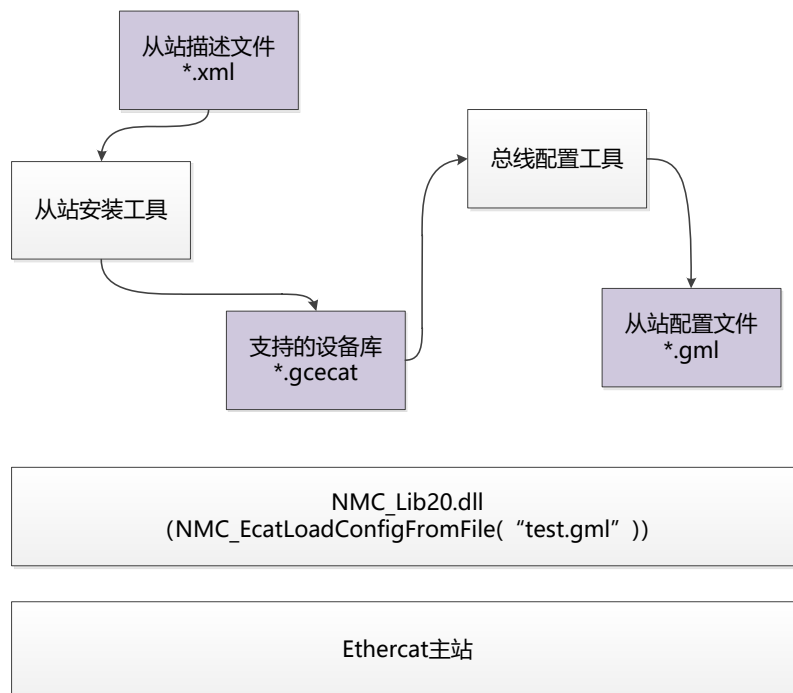

图 2 EtherCAT 功能框架
该模块是高川自动化的 EtherCAT 配置工具，用于导入标准的 EtherCAT 从站设备描述文件，建立从站组态及从站设备参数的更改，并生成和管理高川 EtherCAT 开发过程中用到的 .gml 文件，主要功能框架如图 2 所示：
在图 2 中，紫色代表功能块文件，执行过程如下：① **从站描述文件(.xml)**通过 GCS 工具中的菜单栏“功能”->“EtherCAT 测试”安装工具加载文件并安装后，会生成 **.gcecat 文件**，并添加到支持的设备库中；② EcatConfigurator 启动时自动加载支持的设备库，用户在软件中根据实际的组态状态，添加从站设备或者扫描，编辑参数，将保存为 **.gml 文件**；③ 用户在实际应用开发过程中，使用生成的 .gml 文件，通过开发库中的对应接口，这里使用 `NMC_EcatLoadConfigFromFile(“test.gml”)` 加载文件配置，进行编程开发；